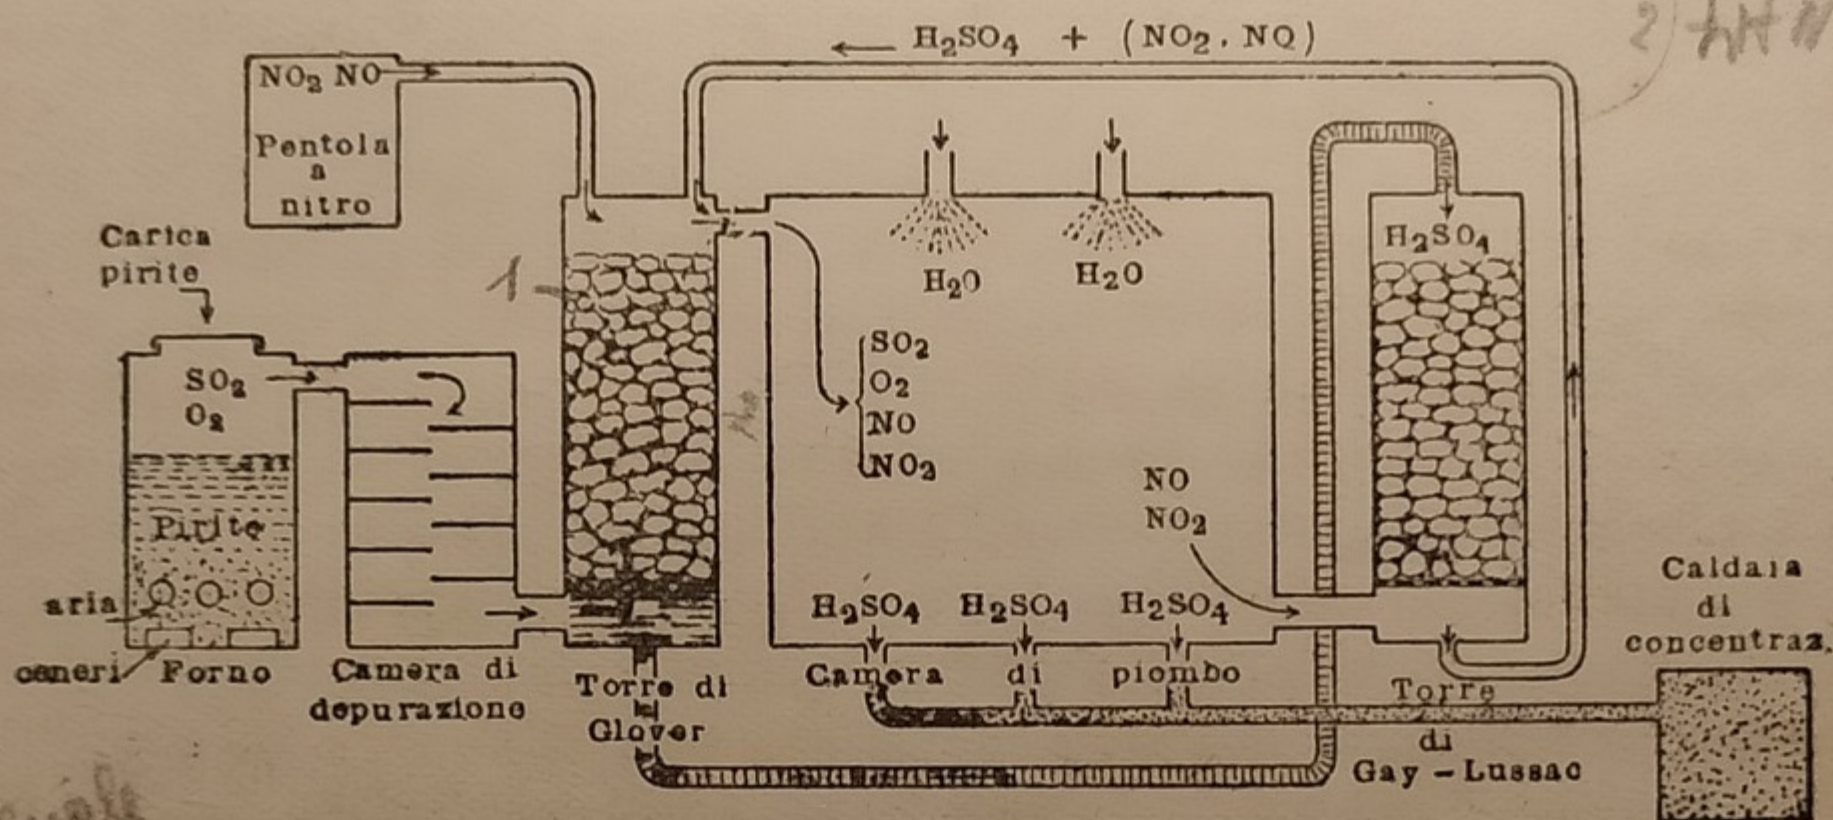

FIG. 103. - Schema del processo delle camere di piombo.
I. PROCESSO DELLE CAMERE DI PIOMBO. — Questo procedimento, come indicato dallo schema (fig. 103), si suddivide nelle seguente fasi: